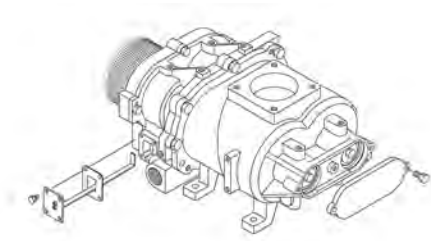

Рис. 57: Выталкиватель для типа 15 – 30
- 5.** ➤ Тип 15 – 30: При помощи встроенного выталкивателя (Рис. 57) можно удалить консистентную смазку, находящуюся в области подшипников.